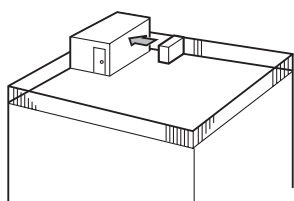

Fig. 2-4
- ① Vend luftutløpet mot nærmeste tilgjengelig vegg, omtrent 50 cm unna vegg. (Fig. 2-4)